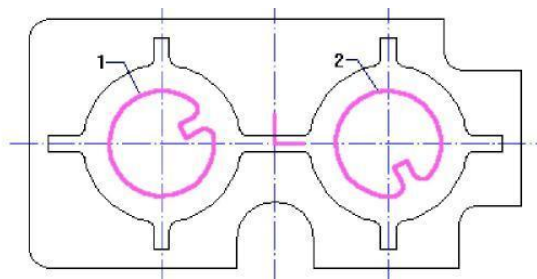

Рис. 4.7
Следующий технологический объект состоит из КЭ «Окно» и технологического перехода Фрезеровать (рис. 4.7).
3. Укажите контура **1** и **2** (см. рис. 4.7). Эти контура определяют границы окон.